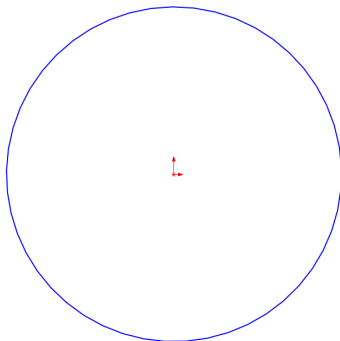

图 16-2 绘制圆对象
(1) 单击常用工具栏中的【新建】按钮, 新建一个空白模型文件, 更改绘图区背景颜色。
(2) 在【草图】选项卡中, 单击【草图绘制】按钮, 选取前视基准面为草图绘制基准面, 单击【圆】按钮, 绘制半径为 28 的圆对象, 如图 16-2 所示。